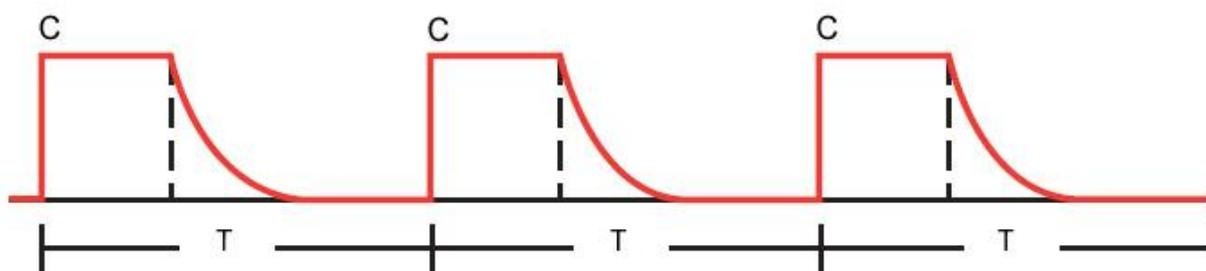

Рисунок 18-1 - Режим A/C, попытки вдохов пациента отсутствуют
Рисунок 18-1 поясняет механизм доставки вдохов в режиме **A/C** когда попытки вдохов пациента отсутствуют. В этом случае аппарат доставляет **Controlled- вдохи (C)** с периодом следования **T**.